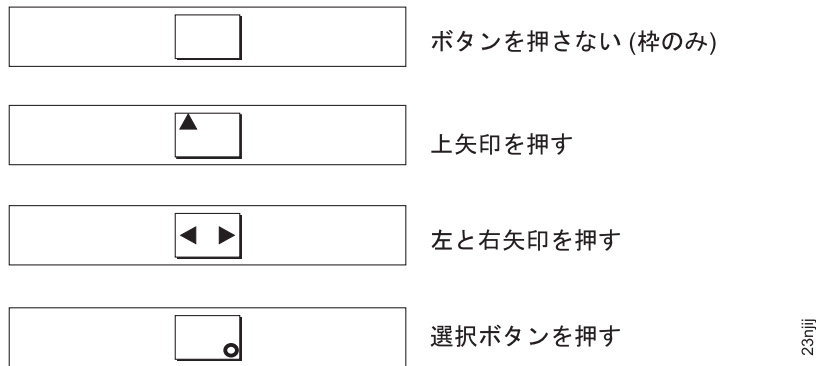

図 34. プッシュボタンを押した場合のフロント・パネル・ディスプレイ
- 上移動、下移動、左移動、右移動の各ボタンを押して、それらが作動していることを確認します。図 34 では、ボタンを押したときにフロント・パネルに表示される 4 つの例を示しています。ボタンのテストが完了したら、選択ボタンを 5 秒間押し続けて、テストを終了します。